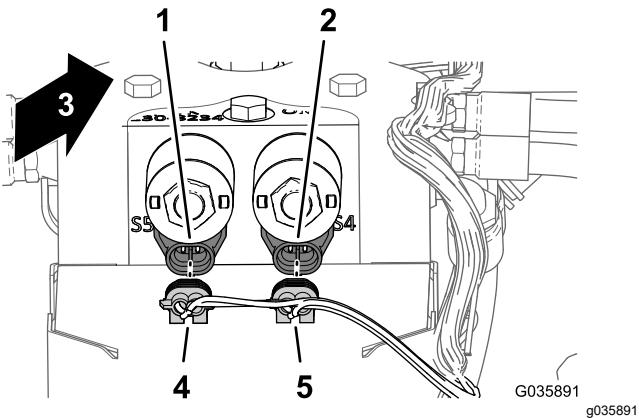

Figura 27
2. Na parte de trás do coletor do cilindro de elevação, ligue os 2 conectores elétricos da cablagem para a rampa Sonic aos solenoides para controlar a ativação Sonic, como se mostra na Figura 27.